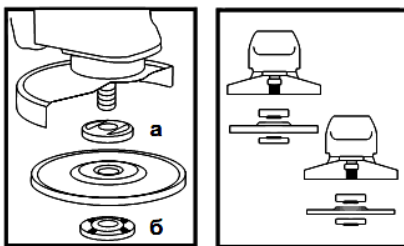

Рисунок 2
4.4 Встановіть на виріб шліфувальний або відрізний круг. Для цього натисніть на кнопку фіксації шпинделя (1) і поверніть шпиндель до такого положення, при якому він зафіксується. За допомогою вилочного ключа з комплекту виробу відверніть і зніміть затискну гайку (б) (дивіться малюнок 2). Встановіть шліфувальний диск на посадкове місце фланцевої шайби (а) (рисунок 2), наживить рукою затискну гайку на шпиндель і затягніть її ключем з комплекту виробу.